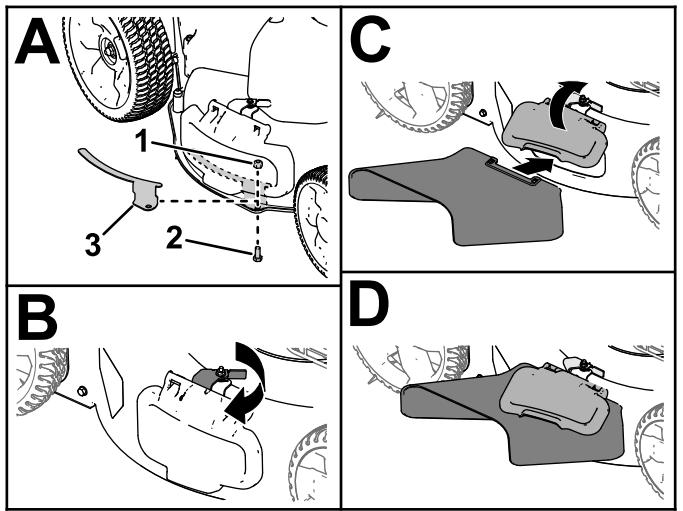

Figura 19
1. Retire el soporte del deflector de descarga lateral y las fijaciones (Figura 19, A).
2. Desenganche y levante el deflector lateral e instale el conducto de descarga lateral (Figura 19, B, C y D).
**Importante:** Instale el soporte del deflector cuando no va a utilizar el conducto de descarga lateral (Figura 19, A).